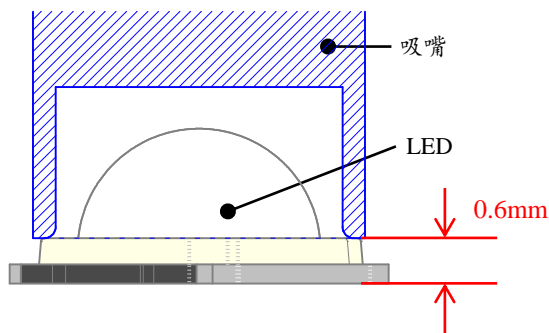

图4. 吸取位置和LED高度
- 1) 如图4所示, 在贴片机吸嘴吸取本产品时, 让吸嘴接触本产品边角的平坦处, 不让吸嘴接触到LED半圆状的透镜部位。